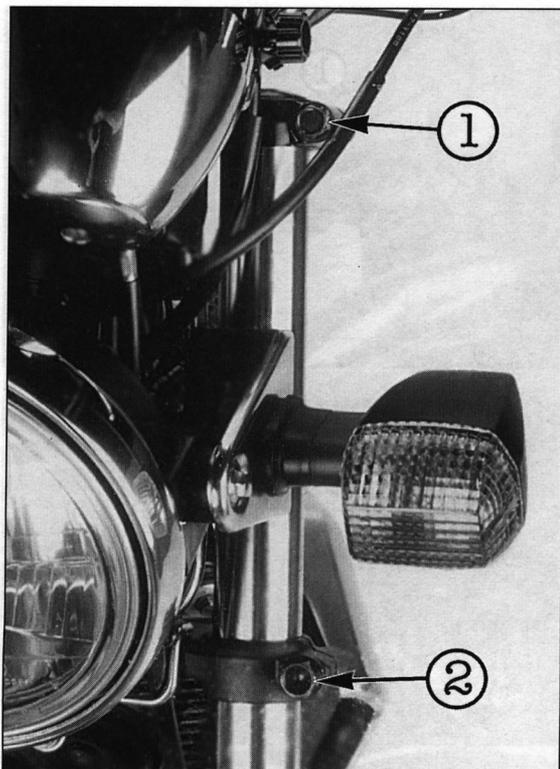
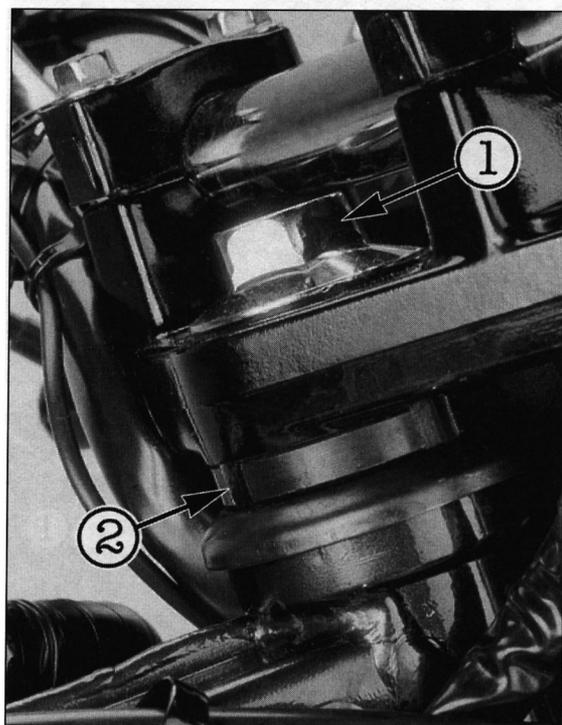

Bild 76
Bild 77
- Untere Gabelklemmschrauben  Bild 76, und Lenkkopfmutter  Bild 77 lösen.
- Einstellmutter  Bild 77 anziehen (5 Nm) und Gabel mehrmals von Anschlag zu Anschlag schwenken.
- Einstellmutter  Bild 77 wieder vollständig lockern und anschliessend anziehen (5 Nm), bis Lager spielfrei ist und Lenker leichtgängig von Anschlag zu Anschlag schwenkt.
- Lenkkopfmutter  Bild 77 (44 Nm) und untere Gabelklemmschrauben  Bild 76 (29 Nm) anziehen.